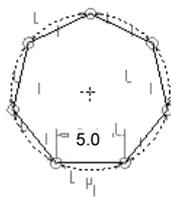

图 2.5.7 定义后的“七边形”
Step 7 单击“草绘器调色板”中的 **关闭(C)** 按钮，完成图 2.5.7 所示的“七边形”的调用。将图 2.5.7 所示的草图轮廓存储到调色板中。